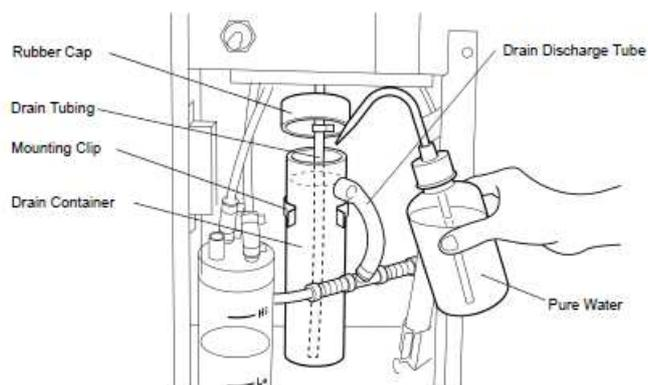

Figura 5.4.2 – Preenchimento do frasco de drenagem com água.
3. Introduzir água do tipo II dentro do frasco de drenagem, com auxílio de uma pisqueta, até que o nível de água cubra o tubo de descarte do lado do frasco de drenagem, como mostrado na Figura 5.4.2.